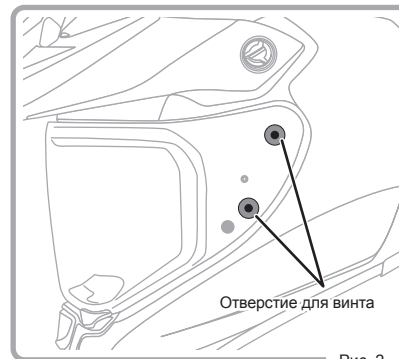

Рис. 2
2. Совместите отверстия на креплении визора с отверстиями на шлеме. (Рис. 2)